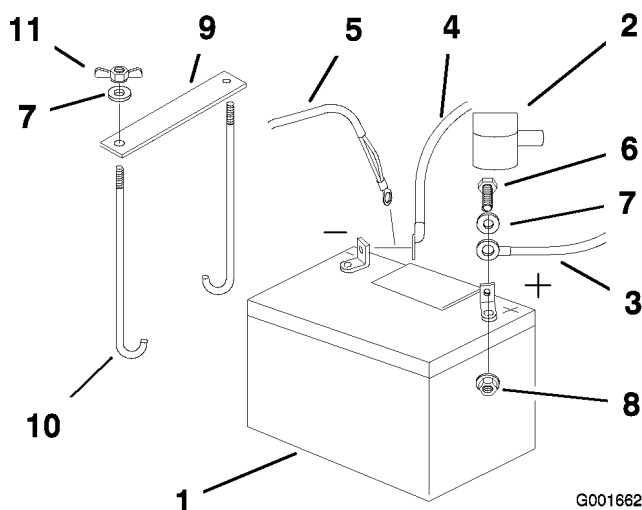

Figure 36
4. Commencez par débrancher le câble négatif et le câble de masse de la borne négative (-) de la batterie (Figure 36).
5. Ôtez le capuchon rouge de la borne positive (rouge) de la batterie. Débranchez ensuite le câble positif (rouge) de la batterie (Figure 36).
- Retirez les deux écrous à oreilles (1/4 inch) de fixation de la barrette de fixation de la batterie (Figure 36).
- Placez la batterie dans son support en tournant les bornes vers le moteur (Figure 36).
- Fixez les câbles avec 2 boulons (1/4 x 3/4 po), 2 rondelles (1/4 inch) et 2 contre-écrous (1/4 inch) (Figure 36).
- Fixez la batterie en position avec des boulons en J, une barrette de fixation et 2 rondelles (1/4 inch), ainsi que 2 écrous à oreilles ((1/4 inch)) (Figure 36).